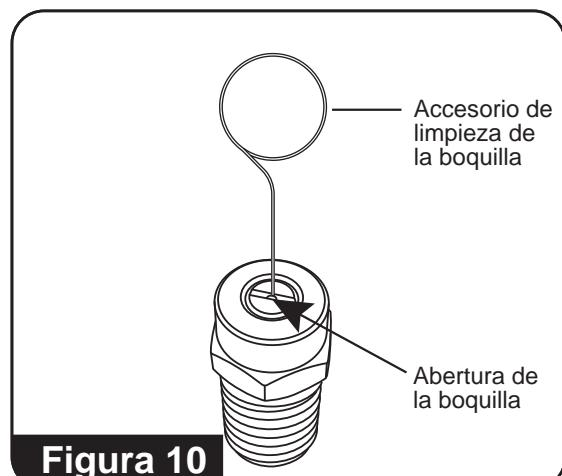

Figura 10
4. Con el accesorio de limpieza de la boquilla, libere cualquier material que obstruya o restrinja las aberturas de la boquilla. (**Consulte la figura 10**)